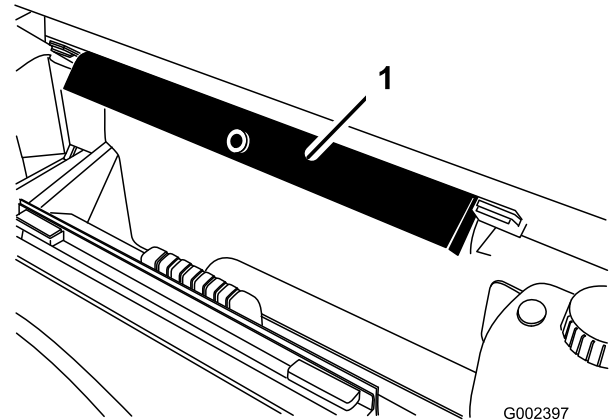

Figura 33
2. Retire el soporte de la plataforma de los soportes situados en la parte trasera del panel de protección anti-vuelco (Figura 33).